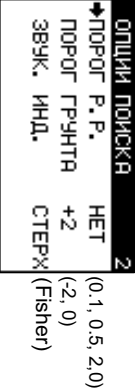

Рис. 7
**3-ья страница меню** (Рис. 7) - включает в себя подпрограммы выбора программ поиска (окно 3-6 ), П/П установки параметров дисплея (окно 3-7), П/П установки дополнительных опций поиска (окна 3-8 и 3-9).